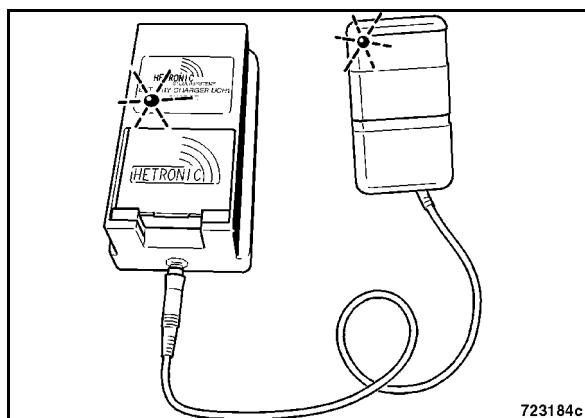

Рис. 74
- Подключить блок питания зарядного устройства аккумуляторной батареи к источнику электропитания (Рис. 74).